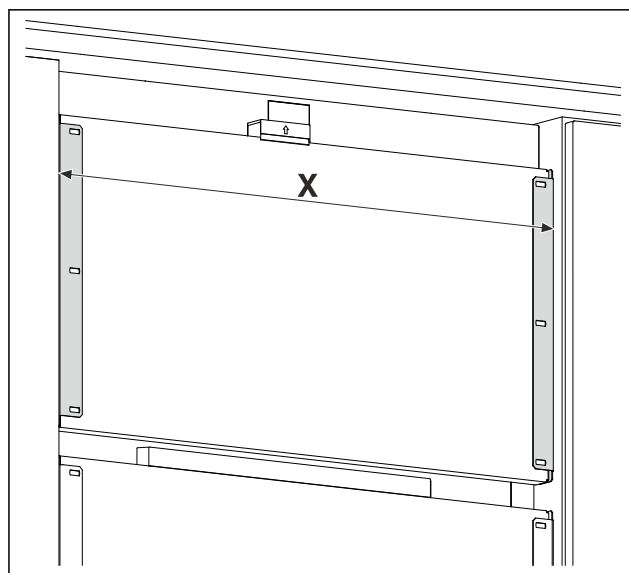

Fig. 18 Voorbeeldweergave
- Afstand Fig. 18 (X) tussen de buitenkanten van de bevestigingsbeugel meten.